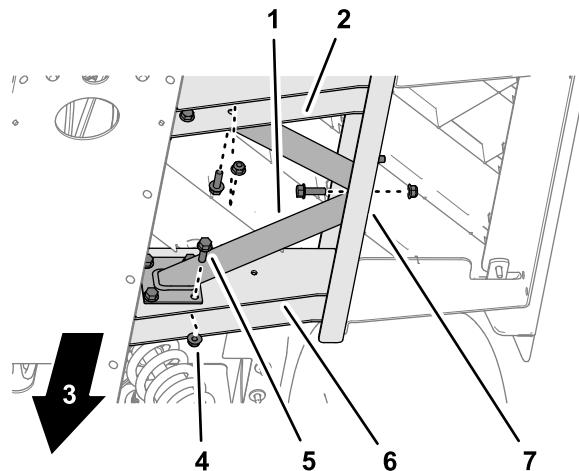

図 19
1. フロアブレースの穴を、サイドおよびフロアチャンネルに開けた穴と位置合わせする(図 19)。
2. 図 19に示すように、フランジヘッドボルト5/16 x 1"10本とフランジロックナット5/16"10個を使って、フロアブレースをサイドおよびフロアチャンネルに組み付ける。